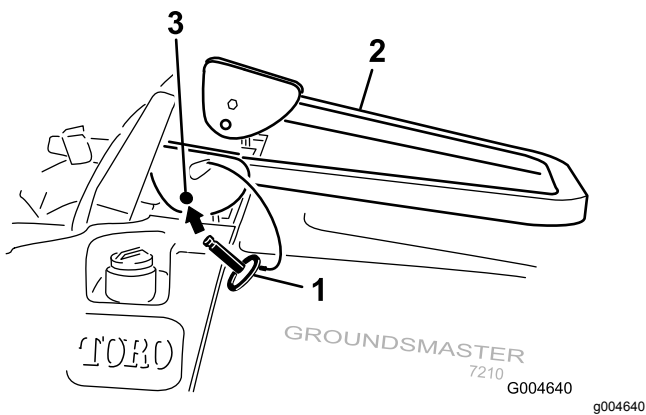

Bild 13
2. Senken Sie den Überrollbügel ab (Bild 13).